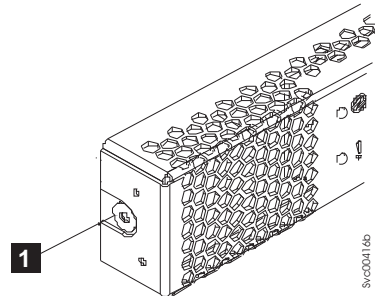

図 73. 2145-CG8 または 2145-CF8 サービス・コントローラーの左側の解放ボタン
- | 6. コントローラーの各側面にあるくぼみの中の青色のサービス・コントローラー解放ボタンを見つけます。図 73 を参照してください。